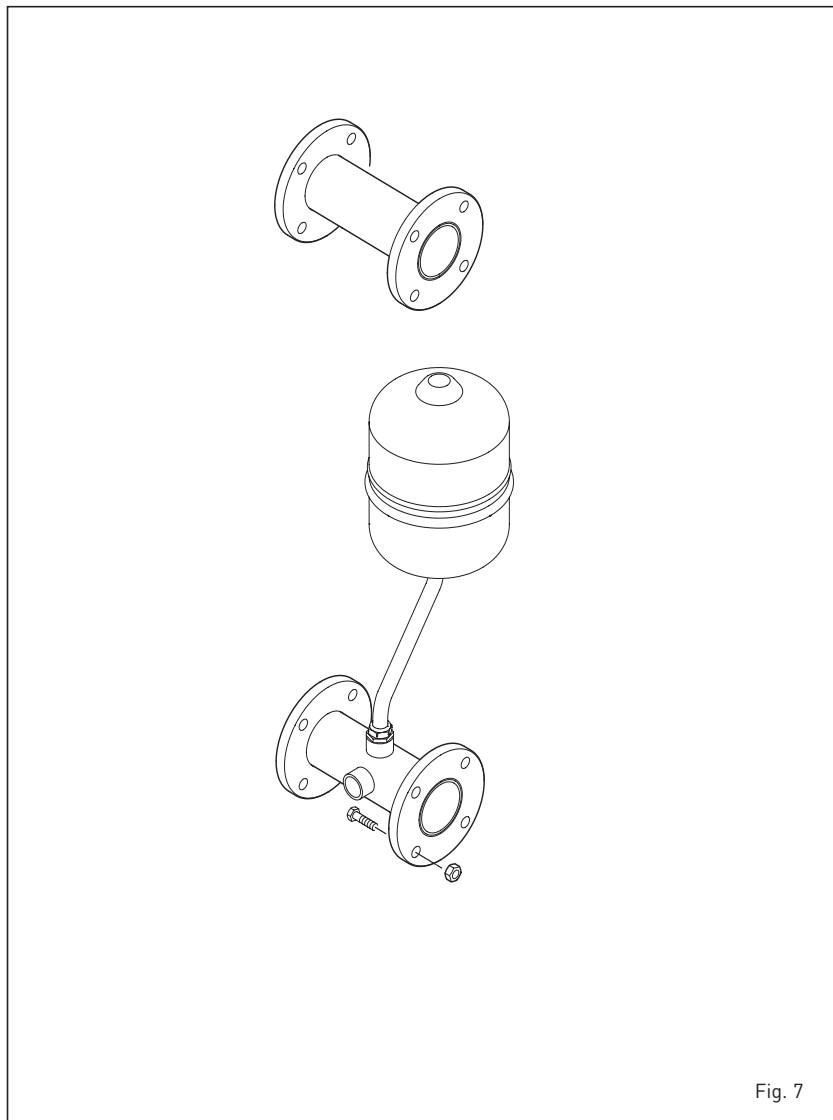

Fig. 7
2.8 KIT TUYAUX DE RACCORDEMENT DU SÉPARATEUR HYDRAULIQUE (fig. 7)
Le SIME fournit el kit tuyaux de raccordement du séparateur hydraulique code 8101534 pour les installations avec des attaques sur le côté gauche. Le kit est formé des composants suivants (fig 7):